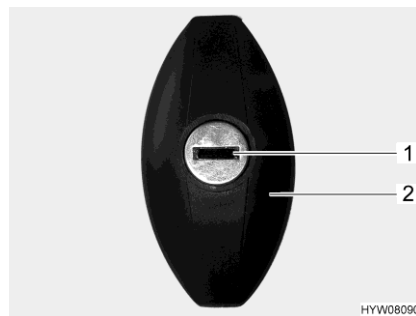

Bild 61 Klappenschloss
- Schlüssel in Schließzylinder (Bild 61,1) stecken und eine halbe Umdrehung entgegen dem Uhrzeigersinn drehen. Schlossgriff (Bild 61,2) schnappt heraus.